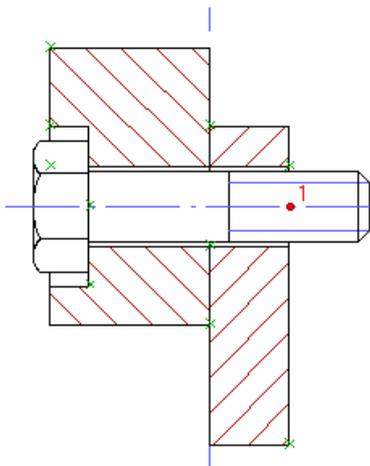

Рисунок 15
16. Укажите точку привязки. Для этого притянитесь курсором к точке **1** (см. Рисунок 15) и нажмите левую кнопку мыши. Щелкните левой кнопкой мыши.